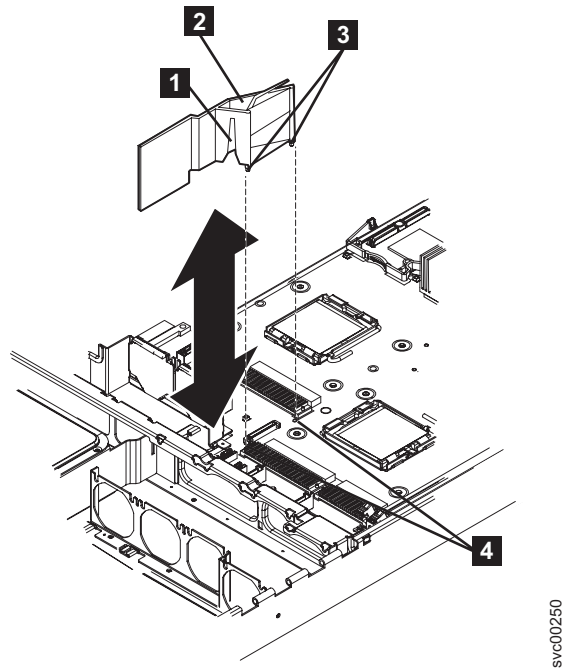

図 154. エア・バッフルの取り外し
6. エア・バッフル (189 ページの図 154の **2**) を取り外します。